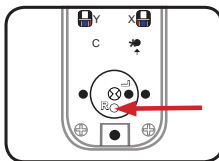

Fig.2
2. Soulevez la plaque de protection pour exposer la goupille en dessous, comme indiqué en Fig.2.